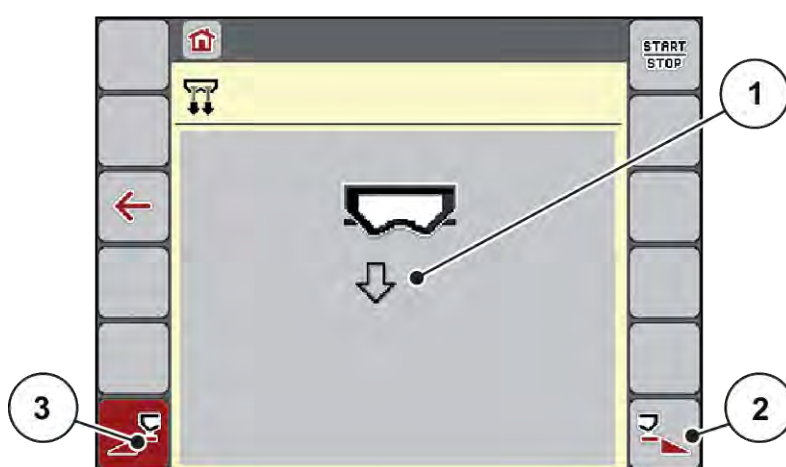

Fig. 20: Meniu Golire rapidă
- ▶ Selectați cu **tasta funcțională** lățimea parțială la care trebuie să se efectueze golirea rapidă. Pe ecran se afișează, sub formă de simbol, lățimea parțială selectată (Fig. 20 Poziție [3]).